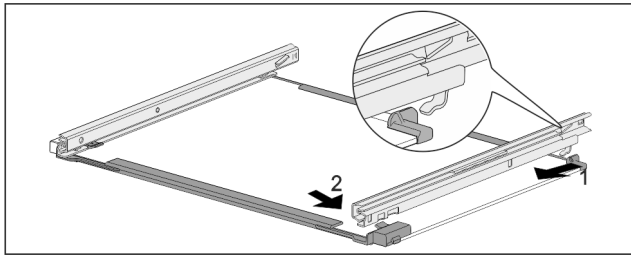

Fig. 143 Sklenená doska s kolajničkami
- ▶ Zaháknite kolajničku vzadu. Fig. 143 (1)
- ▶ Zaklapnite kolajničku vpredu. Fig. 143 (2)